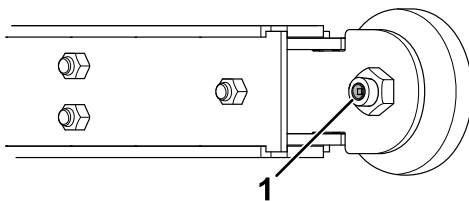

Figura 9
4. Limpie el engrasador con un trapo (Figura 9).